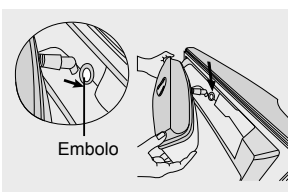

Figura 49
- Para colocar el tanque cerciórese primero en introducir el embolo en el orificio de la contrapuerta hasta que este haga tope con la puerta (figura 49).